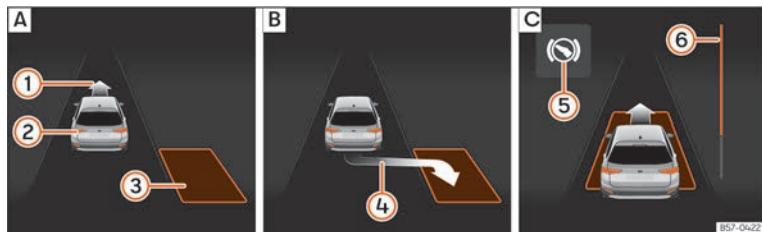
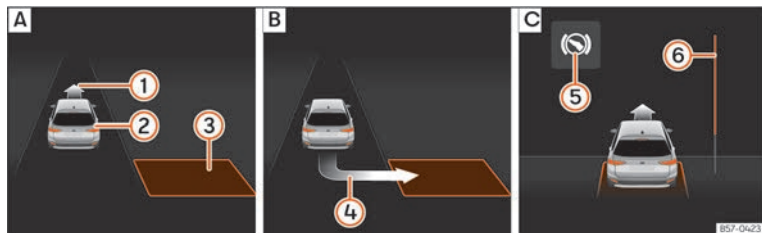

Abb. 204 Am Bildschirm des Kombi-Instruments: längs einparken. [A] Parklücke suchen. [B] Position zum Einparken. [C] Rangieren.
Abb. 205 Am Bildschirm des Kombi-Instruments: quer einparken. [A] Parklücke suchen. [B] Position zum Einparken. [C] Rangieren.
- Schauen Sie auf der Bildschirmanzeige im Kombi-Instrument, ob die Parklücke als „geeignet“ erkannt wurde und ob die korrekte Position zum Einparken »» **Abb. 204** [B]
oder »» **Abb. 205** [B] erreicht wurde. Die Parklücke wird als „geeignet“ betrachtet, wenn auf dem Bildschirm des Kombi-Instruments die Anzeige zum Einparken erscheint ④.
• Fahren Sie rückwärts, bis das Dauertonsignal des ParkPilot ertönt; **ODER:** fahren Sie zurück, bis auf dem Bildschirm des Kombi-Instruments die Anzeige für Vorwärtsfahren **» Abb. 204 [C]** oder **» Abb. 205 [C]** erscheint; **ODER:** fahren Sie zurück, bis am Bildschirm des Kombi-Instruments die Meldung **Park Assist beendet** erscheint. Die Fortschrittsanzeige **6** zeigt den zurückzulegenden Abstand an **» Seite 307.**
• Fahren Sie vorwärts, bis das Dauertonsignal des ParkPilot ertönt; **ODER:** fahren Sie vorwärts, bis am Bildschirm des Kombi-Instruments die Anzeige zur Rückwärtsfahrt erscheint. Der Parklenkassistent lenkt das Fahrzeug vorwärts und rückwärts bis es in der Parklücke zentriert ist **» Abb. 204 [C]** oder **» Abb. 205 [C].**
» Abb. 204 [6] und **» Abb. 205 [6]** im Display des Kombi-Instruments zeigt symbolisch die noch zu fahrende relative Fahrstrecke an. Je länger die Distanz ist, desto größer ist der Füllstand des Fortschrittsbalkens. Bei Vorwärtsfahrt nimmt die Füllung des Fortschrittsbalkens nach oben ab und bei Rückwärtsfahrt nimmt die Füllung des Fortschrittsbalkens nach unten ab.